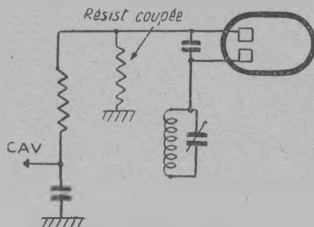

Fig. 60.
4. Blocage sur les émissions puissantes. — L'audition s'étrangle à un certain moment. Soupçonner une coupure ou le mauvais état de la résistance de charge de la diode antifading (fig. 60).